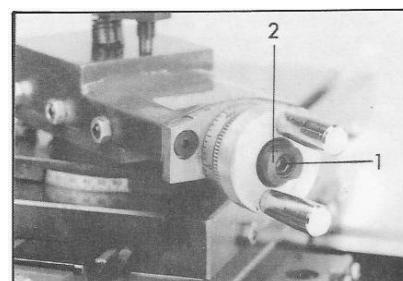

Fig 28
Desserrez la vis à tête (1, Fig 28). Réglez l'écrou (2) jusqu'à ce que la vis n'aie plus de jeu axial.